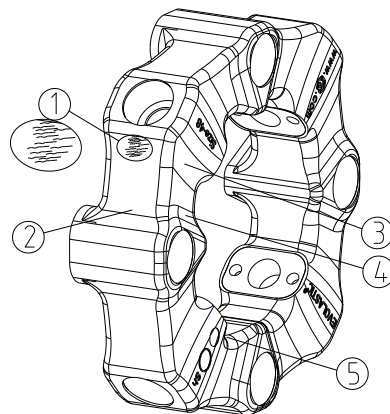

Bild 9: Sichtprüfung
- Das Elastomerteil an den in Bild 9 mit ①, ②, ③, ④ und ⑤ gekennzeichneten Bereichen auf Falten oder Risse prüfen. Eine Faltenbildung ist unproblematisch, kann aber je nach Anwendung langfristig zu Rissen führen. Sollten die Risse in den gekennzeichneten Bereichen die Grenze gemäß Tabelle 9 und mehr erreichen, muss das Elastomerteil ausgetauscht werden.